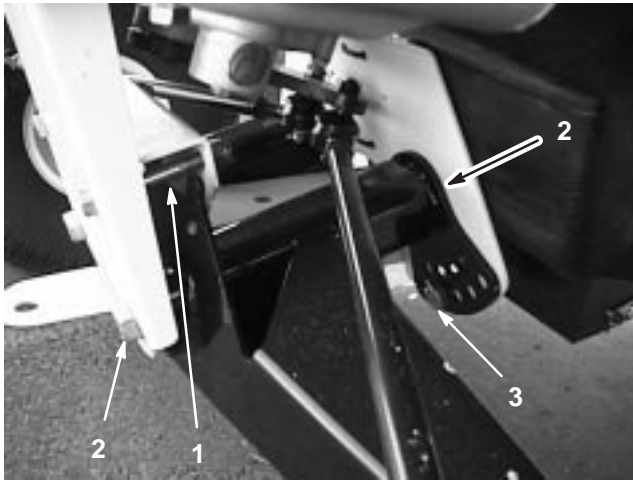

Bild 32
2. Entfernen Sie die Anschlagschraube (Bild 32).
3. Lockern Sie die Zentrierschrauben im vorderen A-Arm (Bild 32).
4. Entfernen Sie die Fahrhöhe-Einstellschraube (Bild 32).
5. Drehen Sie den vorderen A-Arm in die gewünschte Stellung (siehe die nachstehenden Hinweise) und schrauben die Fahrhöhe-Einstellschraube wieder ein (Bild 32).
7. Setzen Sie die Anschlagschraube (Bild 32) wieder ein.